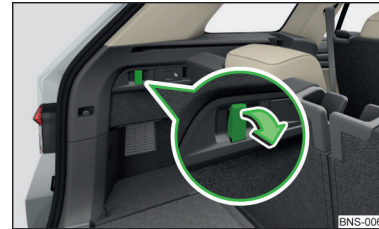

Abb. 145
- › Zum **Gebrauch** den Haken in Pfeilrichtung herunterklappen » Abb. 145.